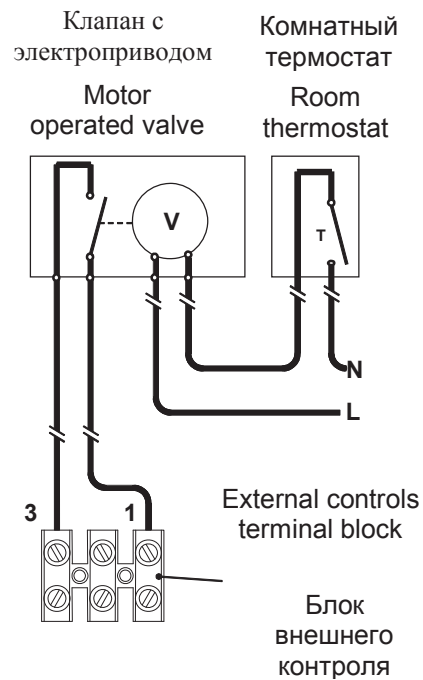

Fig. 5.16
- 8 The motor operated valve must be connected to the terminal block situated next to the control panel (Fig. 5.16).
- 9 Connect the motor operated valve between room thermostat terminals 1 and 3 as shown in Fig. 5.16
- 8 Клапан с сервоприводом должен быть подключен к клеммной коробке, расположенной рядом с панелью управления (рис.5.16)
- 9 Подключите клапан с сервоприводом между комнатными термостатами 1 и 3, как показано на рис. 5.16.